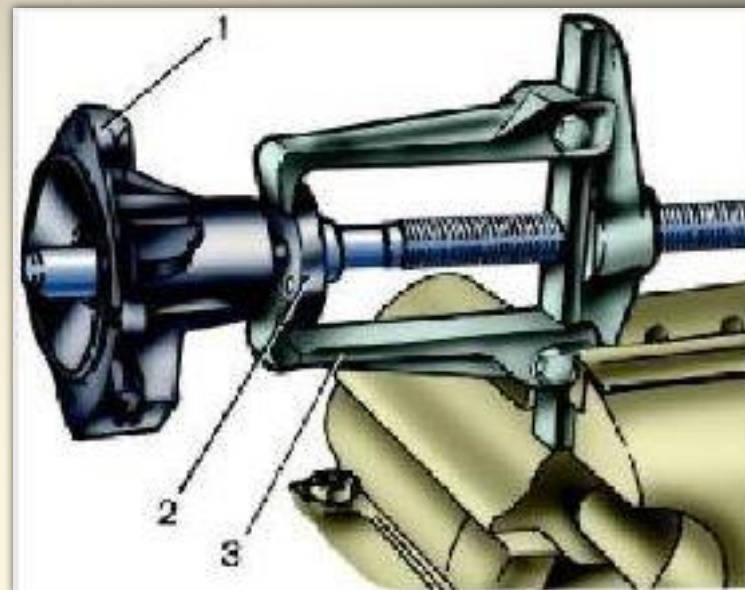

Рис. 64. Снятие ступицы шкива: 1 — крышка корпуса насоса; 2 — ступица шкива; 3 — съемник А.40005/1/5
- снимите ступицу 2 (рис. 64) шкива вентилятора с валика при помощи съемника А.40005/1/5;